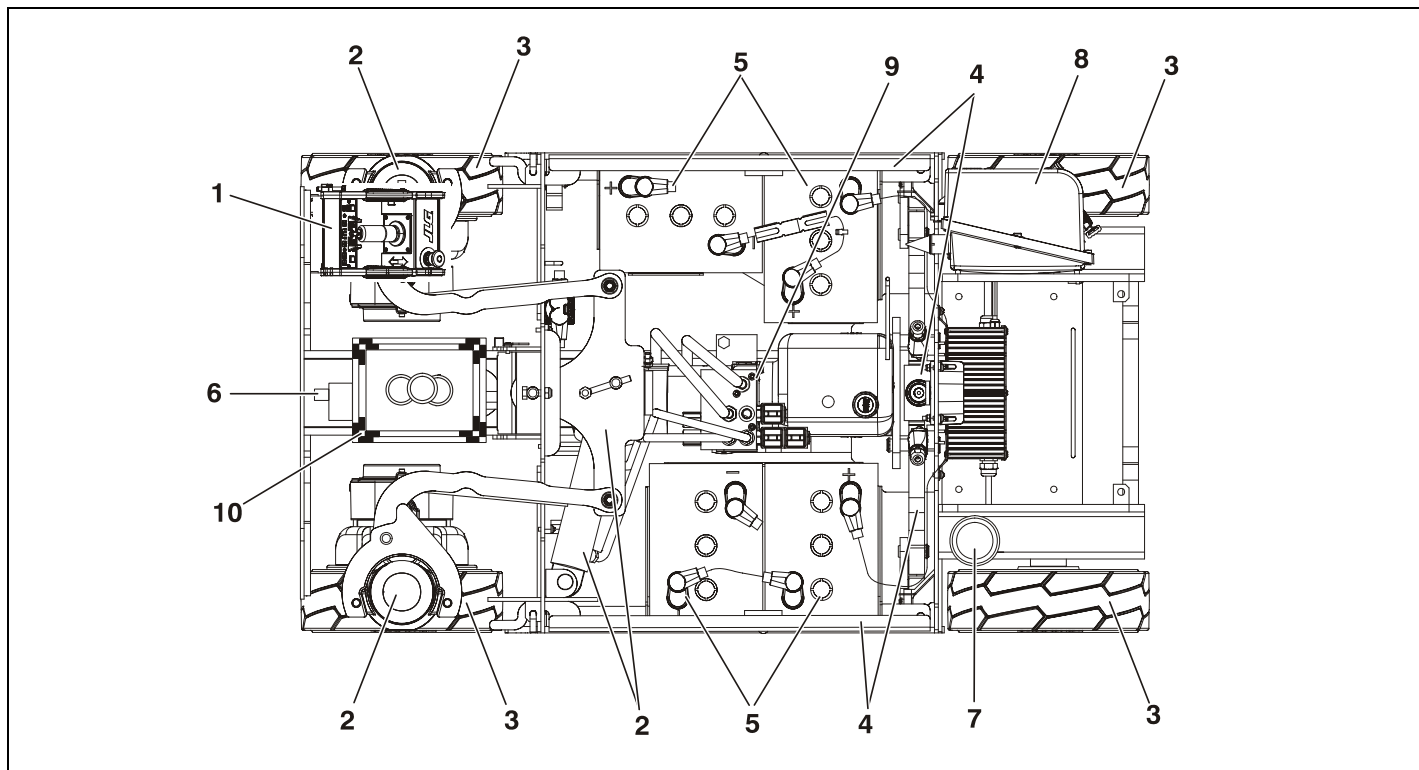

Fig. 2-1. Daglig rundvandringsinspektion (genomskäring ovanifrån)
5. **”Rundvandrings”-inspektion** – se fig. 2-1. på sid. 2–8.
Börja ”rundvandringsinspektionen” vid punkt 1, se fig. 2-1. på sid. 2–8. Kontrollera varje punkt i ordning med avseende på de tillstånd som upptas i följande checklista.